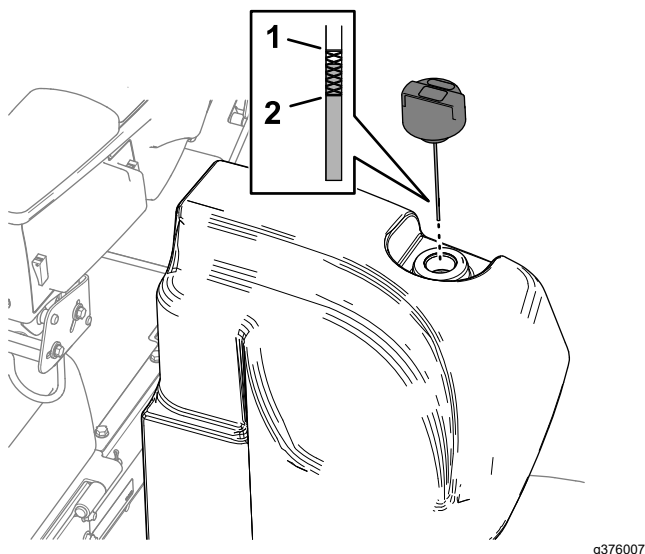

**Figura 104**
2. Limpie la zona alrededor del cuello de llenado y el tapón del depósito hidráulico (Figura 104).